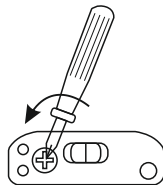

Рисунок 7
– повернуть при помощи крестовой отвёртки крышку отсека размещения предохранителя против часовой стрелки (рисунок 7);